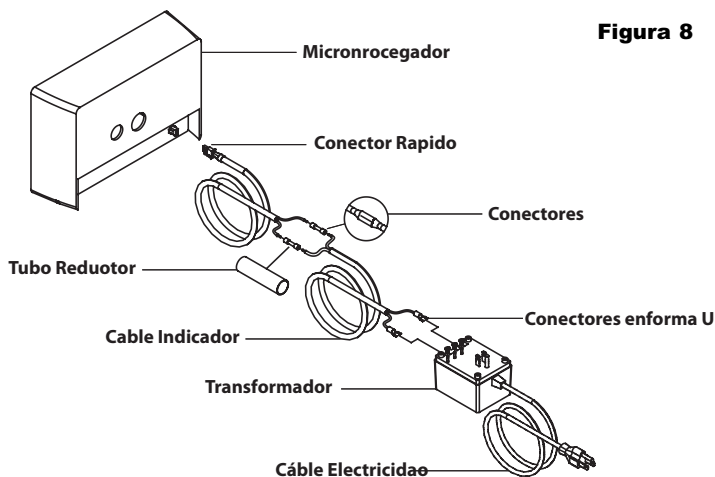

Figura 8
- Unir el conector en forma de U (suministrado) al cable con una herramienta de prensa (no suministrada), luego conecte el cable a los dos terminales exteriores en el transformador (ver figura 8).
- Inserte el otro final del cable con el conector rápido dentro de la parte posterior de la microcontroladora (ver figura 8).